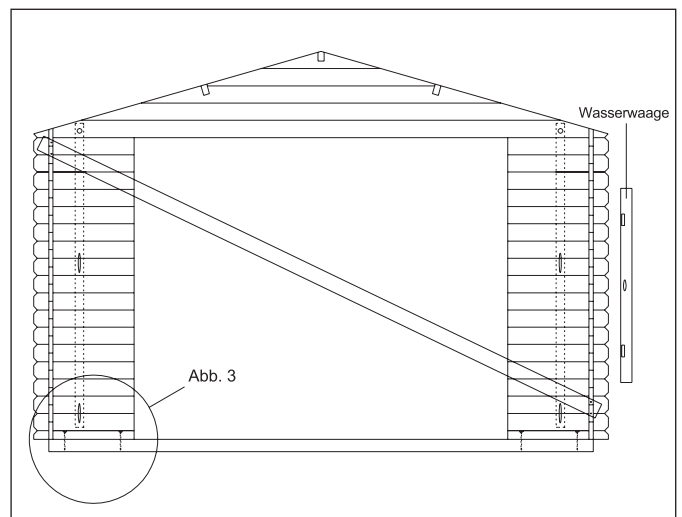
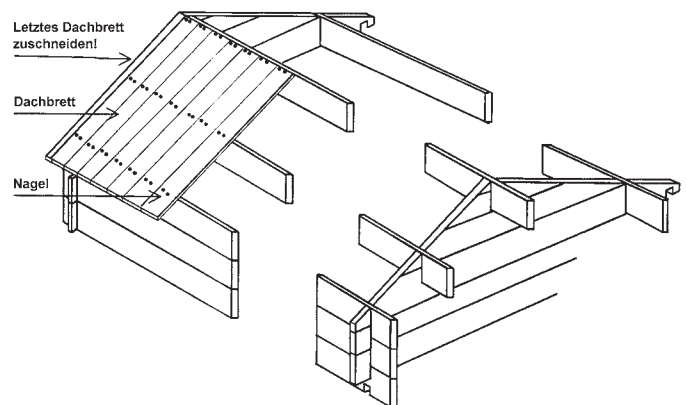
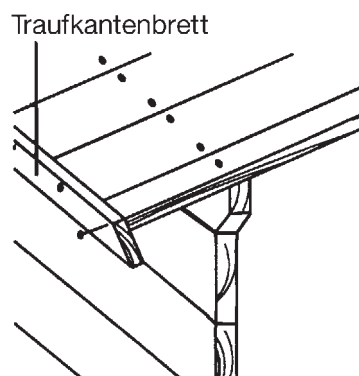

Abbildung 9
Abbildung 10
Abbildung 11
9) Vor dem Verlegen der Dachbretter ist darauf zu achten, dass das Haus hundertprozentig in Waage steht. Überprüfen Sie mittels einer Wasserwaage alle 4 Seitenwände. Da das Haus ohne Dacheindeckung noch sehr instabil ist, können Sie durch seitliches abstützen und anbringen einer Querstrebe in der Front (**Abb. 9**) das Haus entsprechend ausrichten. Für die Dacheindeckung die Dachbretter mit dem Profil nach innen verwenden. Beginnen Sie mit 2 Dachbrettern an der Frontseite, wobei die Nut nach außen zeigt. Es folgen dann die weiteren Dachbretter, flächig verlegt (**Abb. 10**). Achten Sie beim gesamtem Dach auf absolute Parallelität der Traufkanten bei gleichbleibendem Überstand und gleichmäßiger Auflage auf der Firstpfette. Dieses prüfen Sie bitte mit einer Schnur oder dem seitlichen Traufenbrett, welches Sie zur Kontrolle anlegen. Alle Dachbretter müssen an Wänden/ Giebel und Firstpfette gut vernagelt werden. Auch hier schlagen Sie pro Dachbrett zwei Nägel schräg in die Wandbohle bzw. Pfetten. Befestigen Sie die Dachbretter auf dem Giebelndreieck zusätzlich mit je 2 - 3 Schrauben (**Abb. 11**). Eventuell auftretende Luftspalten zwischen dem Giebelndreieck und dem Dachbrett können Sie durch das Eindrehen von Schrauben, von oben durch das Dachbrett in den Giebel, beheben.
Das jeweils letzte Dachbrett passen Sie dem Dachüberstand an. **Siehe Abbildung 10.**
10) Befestigen Sie nun die **Traufkantenbretter** mit der Oberkante bündig zur Dachfläche (**Abb. 11**). Es folgt die Eindeckung mit **Dachpappe bzw. Dachschindeln**. Beachten Sie hierbei bitte einen Überstand von ca. 2 cm als Tropfkante am seitlichen Traufenabschluß. Verlegung der Dachschindeln siehe separate Beschreibung.